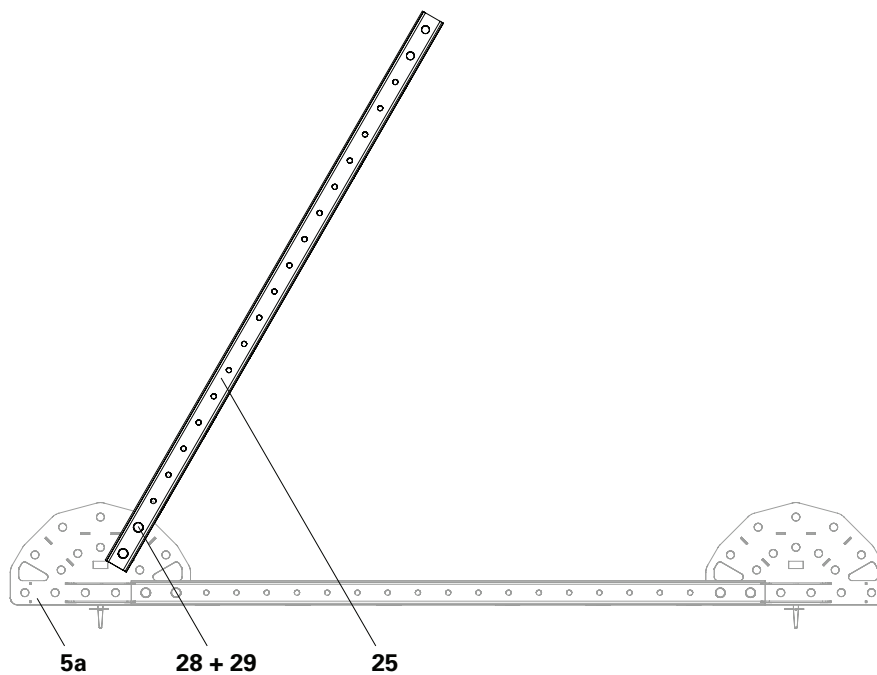

Fig. A4.05
2. Avvitare i correnti in acciaio 262 (**25**) con 2x perni Ø 32 (**28**) nei nodi di corrente (**5a**) e fissare con un inserto a molla 5/2 (**29**). (Fig. A4.05)